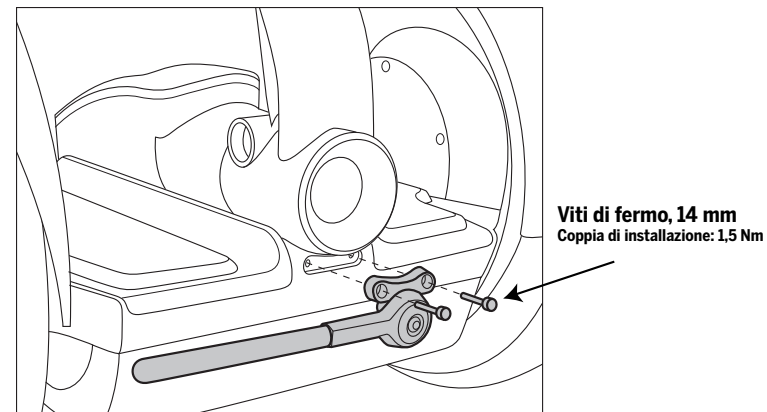

Figura 2. Installazione del cavalletto
3. Posizionare il cavalletto sul paraurti anteriore in modo che i fori siano allineati. Consultare la sezione Figura 2.
4. Serrare le (2) viti di fermo da 14 mm (incluse a questo kit), sul cavalletto e sul paraurti anteriore. Utilizzare una chiave a brugola esagonale da 4 mm ad una coppia di 1,5 Nm.